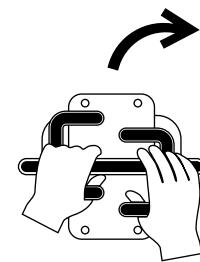

Figura 9
- Para virar para a direita, move o controlo de tração esquerdo para a frente (Figura 9).